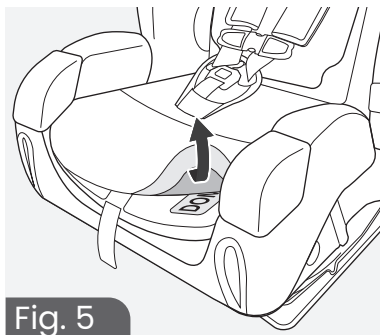

Fig. 5
1. **Desabroche** el lado izquierdo de la cubierta del asiento y localice la etiqueta con la fecha de fabricación (fig. 5).